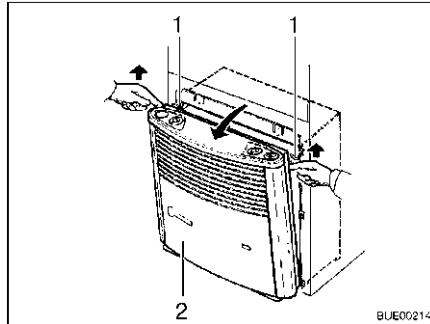

Bild 115 Heizungsverkleidung abnehmen
- Heizungsverkleidung (Bild 115,2) abnehmen. Dazu die Verkleidung oben nach vorn ziehen, Haltefedern (Bild 115,1) seitlich nach oben drücken und Verkleidung nach vorn klappen.